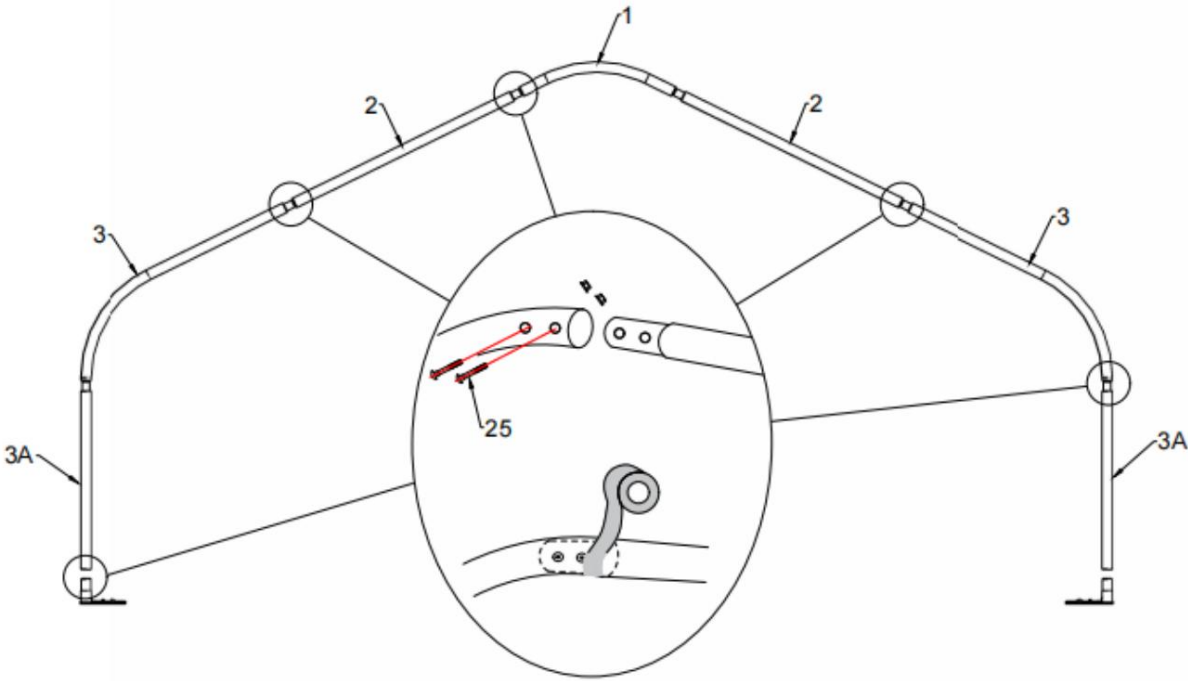

Figure 2
3.1 Comme indiqué sur la figure 2, repérez un tube cintré de toiture (n° 1), deux tubes cintrés supérieurs (n° 2), un tube cintré d'épaulement (n° 3) et assemblez chaque groupe d'arcs avec un boulon à tête carrée M10*90 (n° 25). NE PAS installer la vis sur le dessus de la ferme, à l'endroit où reposera le tissu.